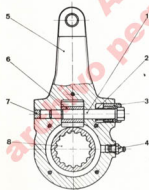

Fig. 11.5. - Palanca para el ajuste de las mordazas
11.6 AJUSTE DE LAS MORDAZAS (fig. 11.5)